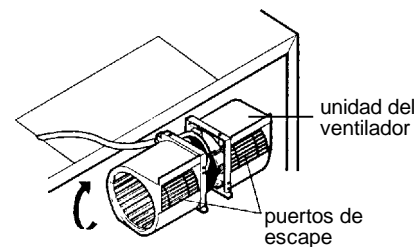

Figura 16
5. Gire la unidad de manera que los puertos de escape queden orientados hacia la parte posterior del gabinete. Vea la Figura 16. Cuando inserte la unidad del ventilador, el cable debe verse como el de la figura 16.